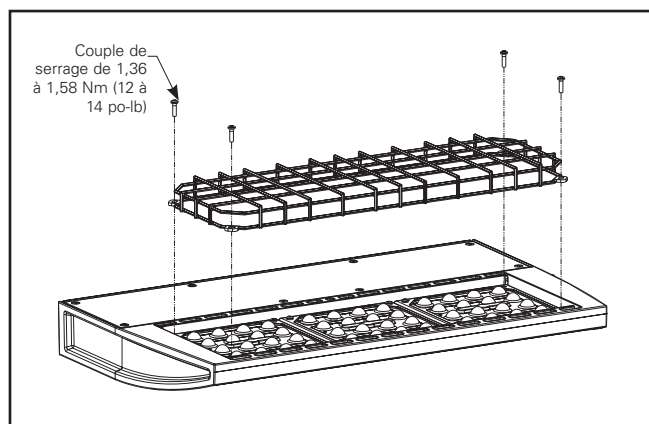

Figure 2.
1. Desserrez et retirez les quatre (4) vis Torx n° 8-32 existantes sur la face du luminaire (Figure 2).
2. Alignez le protecteur de fil métallique situé sur les pinces de lentille et correspondant aux quatre (4) trous existants.
3. Utilisez les quatre (4) vis à tête cruciforme n° 8-32 fournies pour serrer la grille de protection en place sur chaque carré de lumière à DEL.